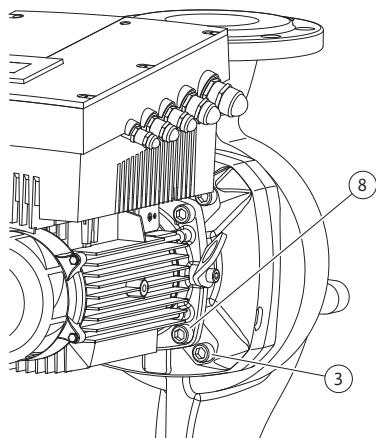

Fig. 52: Alternativ fastsättning av insticksatsen
11. Lossa och ta bort skruvarna (Fig. 7, pos. 3). Beroende på pumptyp ska de yttersta skruvarna (Fig. 52, pos. 3) tas bort. När skruvarna har tagits bort sitter insticksatsen (se Fig. 13) säkert i pumphuset. Inte heller när motoraxeln befinner sig i horisontellt läge föreligger någon vältrisk.
16. Beroende på pumptyp ska skruvarna (Fig. 7, pos. 10) eller alternativt skruvorna (Fig. 52, pos. 8) lossas.
22. Skjut lanternan försiktigt över axeln och placera den på den gamla platsen eller i ett annat vinklat läge till motorflänsen. Observera komponenternas tillåtna monteringslägen (se kapitel 7.1 "Tillåtna monteringslägen och ändring av komponentplaceringen före installationen" på sidan 19). Fäst lanternan på motorflänsen med skruvarna (Fig. 7, pos. 10) **eller** – vid pumptyper/lanterntyper enligt (Fig. 52) – skruvarna (Fig. 52, pos. 8).